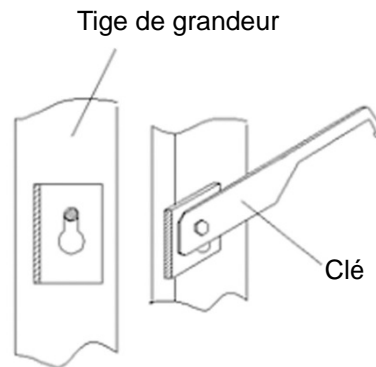

Figure 4.1 : Trou arrière de la tige de grandeur
1. Placer les trous arrière de la tige de grandeur sur les deux boulons situés à l'avant du pilier. Relâcher la tige de grandeur en tirant vers le bas jusqu'à la bonne position (figure 4.1).